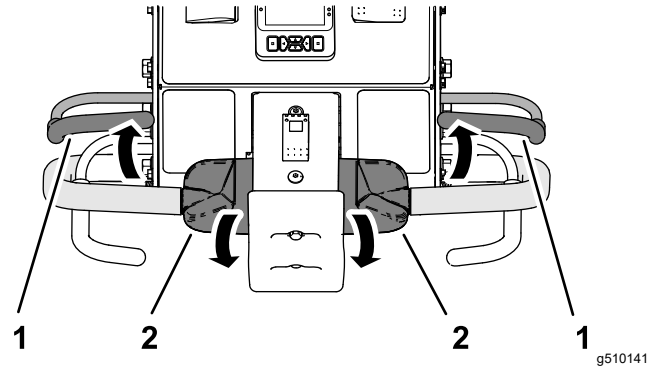

Figura 34
3. Sujetando el control de tracción, suelte la barra de control de presencia del operador (Figura 34).